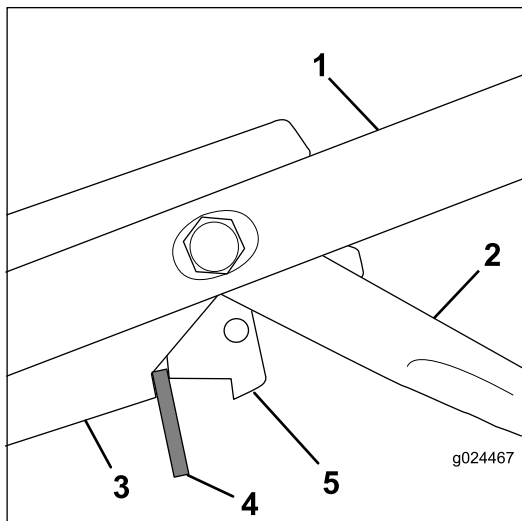

Figure 28
3. Insérez une entretoise de 8 mm (5/16 po) entre le levier de commande du frein de lame et le support de commande sur le guidon (Figure 28).